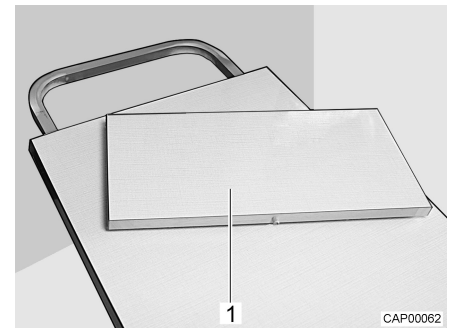

Fig. 28 Rallonge du plateau de table
La surface de la table suspendue peut être agrandie en tirant sur une rallonge du plateau de table (Fig. 28,1).
- Insérer la rallonge du plateau de table (Fig. 28,1) dans la rallonge de table.
- Retirer la rallonge du plateau de table (Fig. 28,1) et la mettre en sûreté.